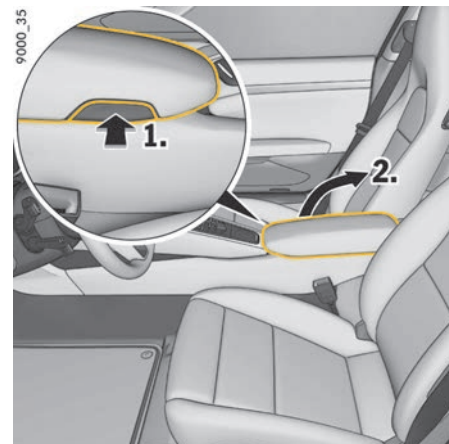

Fig. 174 : Ouverture du coffre de rangement dans l'accoudoir de la console centrale
- ▶ Appuyez sur la touche (fig. 174) sur le côté droit de l'accoudoir. Le couvercle se relève automatiquement.